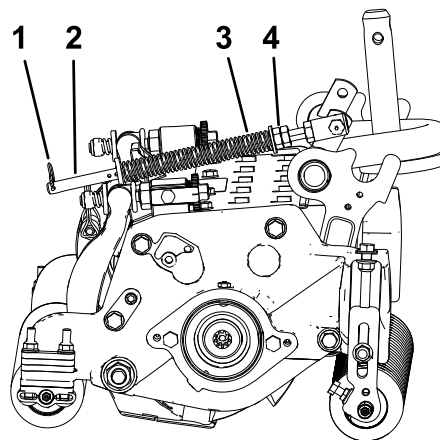

Figura 13
1. Certifique-se de que o contrapino do gancho está instalado no orifício traseiro na haste da mola (Figura 13).
comprimento da mola em compressão seja de 15,9 cm (Figura 13).